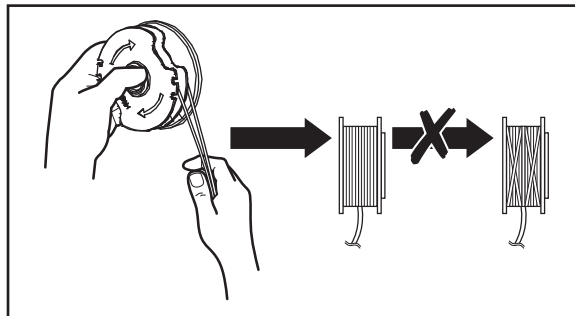

Fig. 28
7. Enrouler fermement les fils de coupe sur la bobine de coupe-bordures (12c) dans le sens des flèches sur la bobine (12c) (Fig. 28).